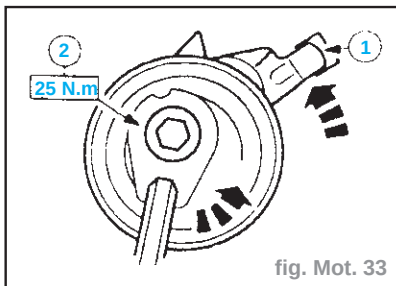

fig. Mot. 33
- Tendre la courroie de distribution : (fig. Mot. 33)
- accrocher le tendeur de courroie de distribution dans le carter de tôle et poser la vis dans la serrure (1),
- tendre la courroie de distribution en tournant le tendeur de courroie de distribution dans le sens inverse des aiguilles d'une montre jusqu'à ce que la flèche et le repère coïncident, puis serrer la vis à 25 N.m (2).